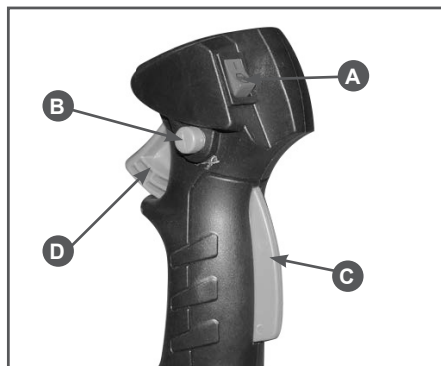

Рис.10 Расположение органов управления на рукоятке
5. Выключатель зажигания (А) установите в положение «I» Рис.10. Удерживая стопорный рычаг курка газа (С) Рис.10 нажмите на курок газа (D). Для облегчения запуска зафиксируйте курок газа стопором (В) Рис.10.